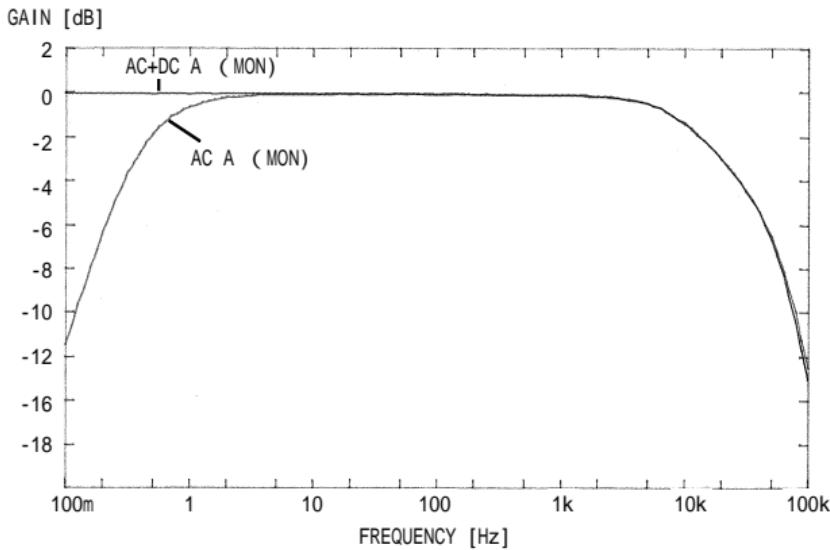

図1 電流出力周波数特性
- ・測定の応答速度は、フルスケール（f.s.）入力時に、立上り（0%→90%）は約 250 ms、立下り（100%→10%）は約 500 ms です。（2.2.5 の図 1, 2 参照）
- 測定の応答速度は、フルスケール (f.s.) 入力時に、立上り (0%→90%) は約 250 ms、立下り (100%→10%) は約 500 ms です。(2.2.5 の図 1, 2 参照)
- ・測定の応答速度は、フルスケール (f.s.) 入力時に、立上り (0%→90%) は約 250 ms、立下り (100%→10%) は約 500 ms です。(2.2.5 の図 1, 2 参照)
- ・測定の応答速度は、フルスケール (f.s.) 入力時に、立上り ($0\% \rightarrow 90\%$) は約 250 ms、立下り ($100\% \rightarrow 10\%$) は約 500 ms です。（2.2.5 の図 1, 2 参照）